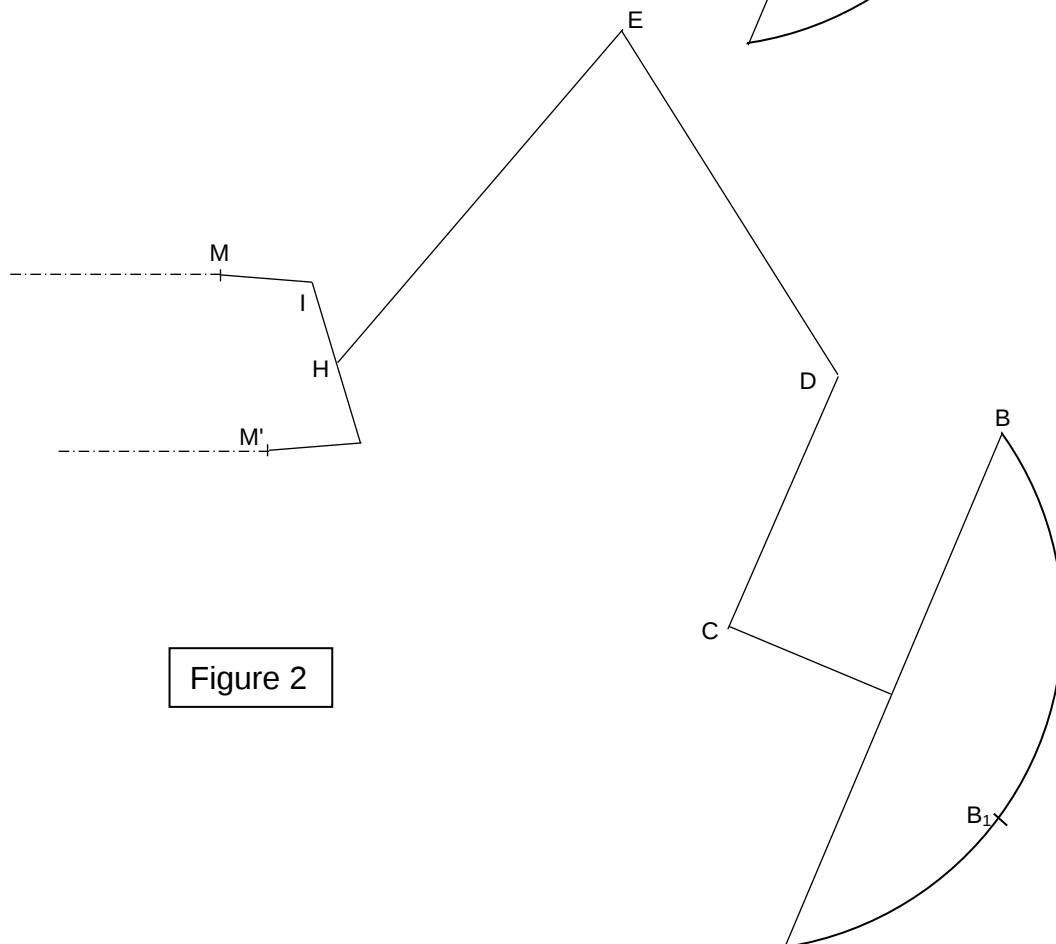

Figure 2
3. Sur la figure 2, représenter les pièces **1**, **2**, **3**, **4** et **4'** en fin d'ouverture, c'est-à-dire quand le point **B** est en B_1 . En déduire la course des vérins.